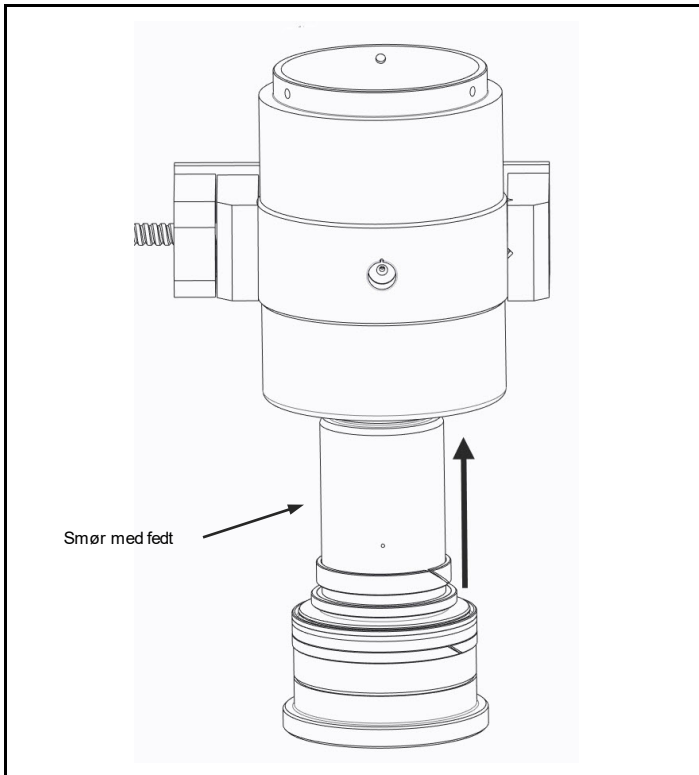

Fig. 4.7 Smør med fedt, og monter stempel
a) Når stempelsamlingen føres ind i kroppen, skal man passe på ikke at beskadige nogen af de interne overflader. (Fig. 4.7)